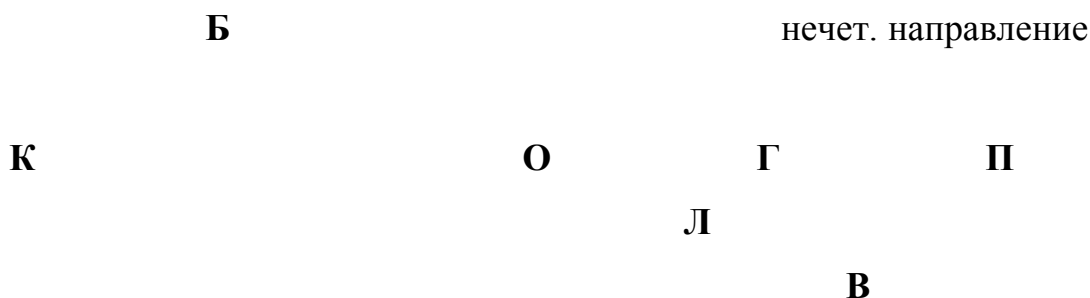

Рис. 1. Схемы железнодорожного направления
1. Схема железнодорожного направления (рис.1).